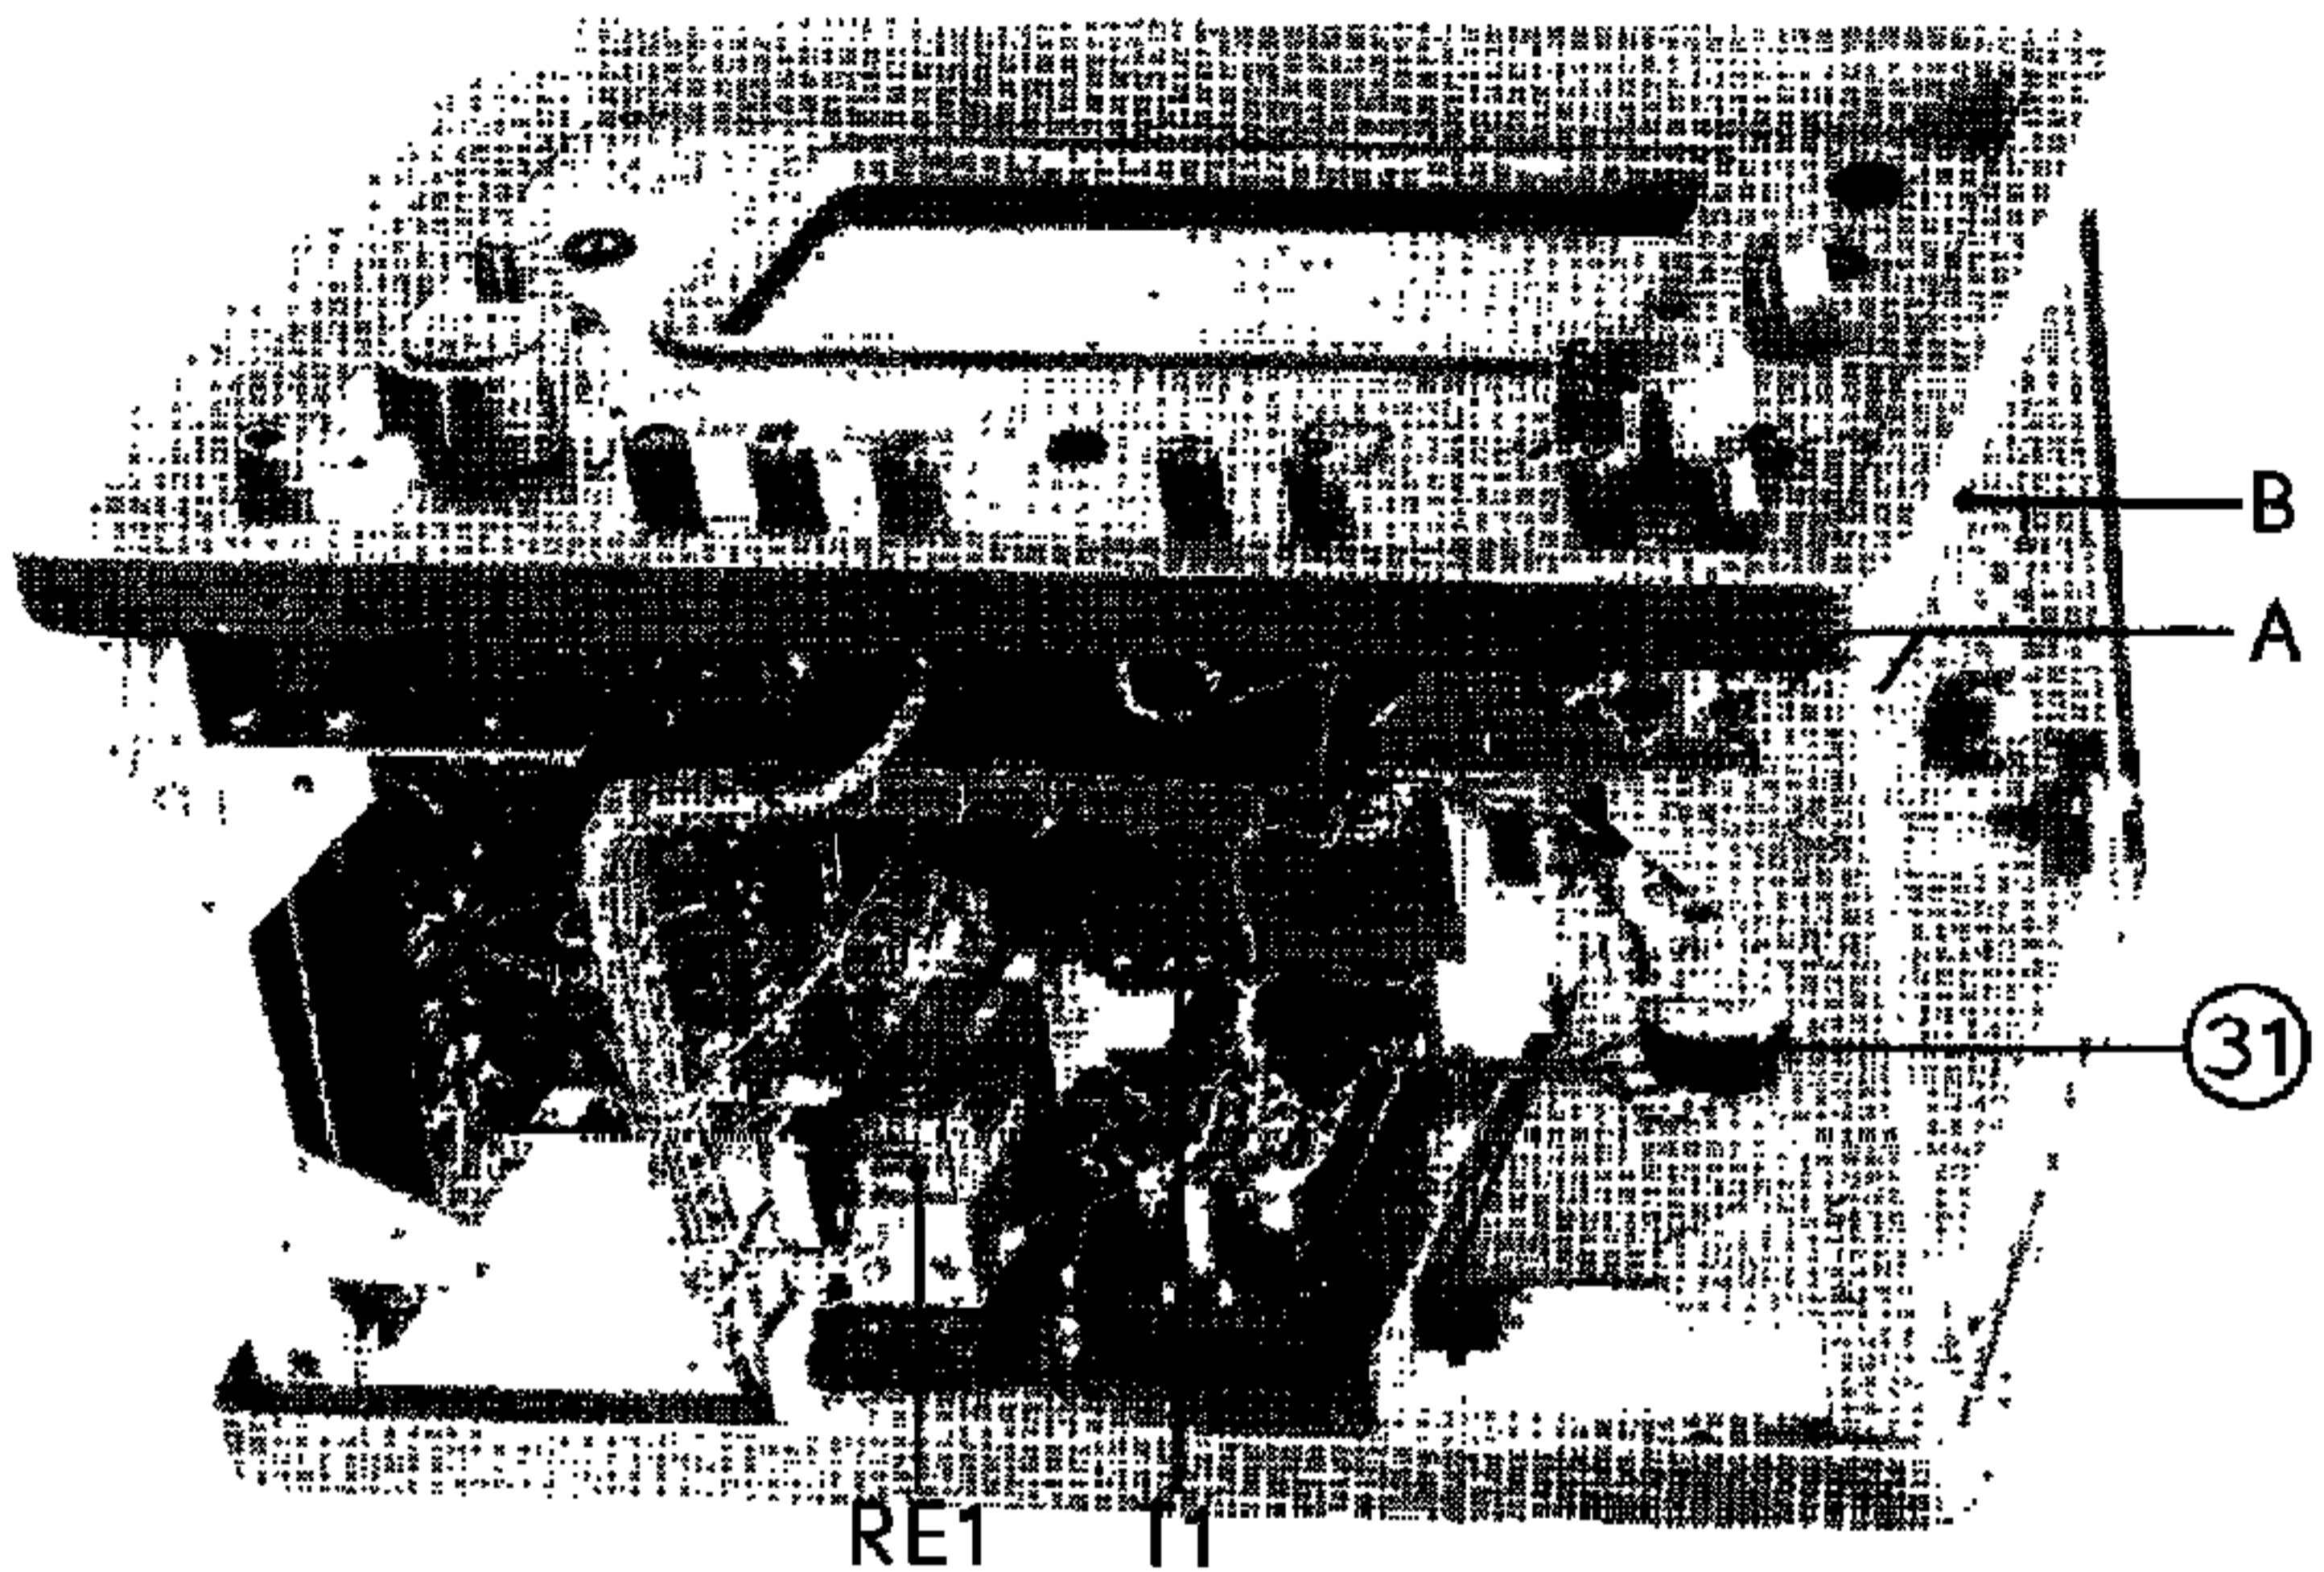

Fig. 20
- Verwijder de 8 schroeven "A" en de 2 schroeven "B" (fig. 20).